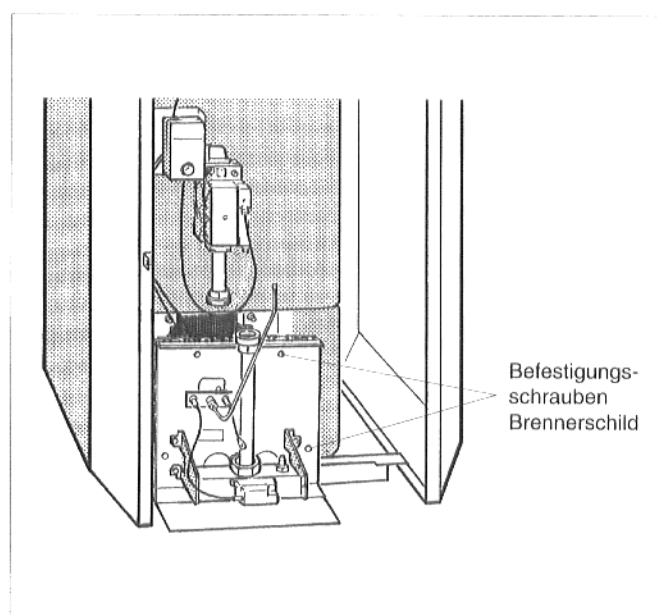

Abb. 40: Gasbrenner ausbauen
- ★ Befestigungsschrauben am Brennerschild lösen und Gasbrenner herausnehmen (Abb. 40).